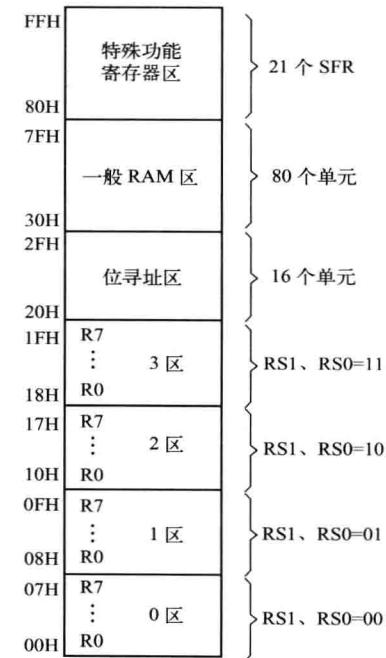

图1-4 51单片机片内RAM区功能分布
2) 片内RAM存储器 51单片机片内RAM区功能分布如图1-4所示。